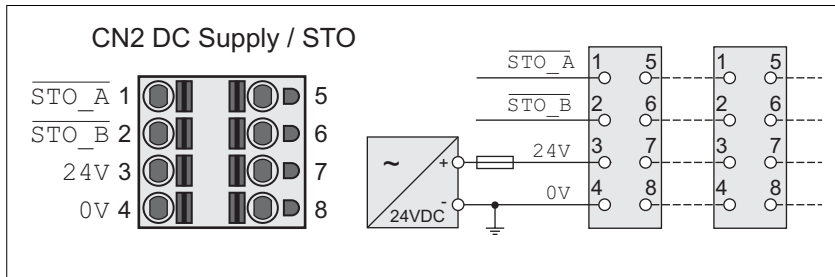

Ilustración 44: Esquema de conexiones de la alimentación del control
- La conexión CN2, clavija 3 y 7, así como CN2, clavija 4 y 8 (véase Ilustración 44) pueden utilizarse como conexión de 24 V/0 V para otros consumidores. ¹ Observe la corriente de bornes máxima permitida ("Propiedades de los bornes CN2").